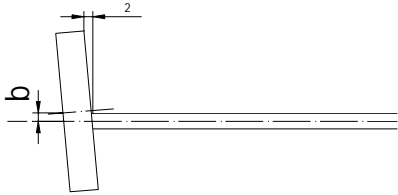

图 1 腹板与面板的垂直度误差
5.1.2 面板与腹板拼装时，要求腹板和面板之间垂直度  $\Delta$ (图 1 所示)误差小于  $\pm 1.5\text{mm}$ 。
5.1.3 面板与腹板拼装时，要求腹板和面板之间中心线  $b$ (图 1 所示)误差小于  $\pm 1.5\text{mm}$ 。